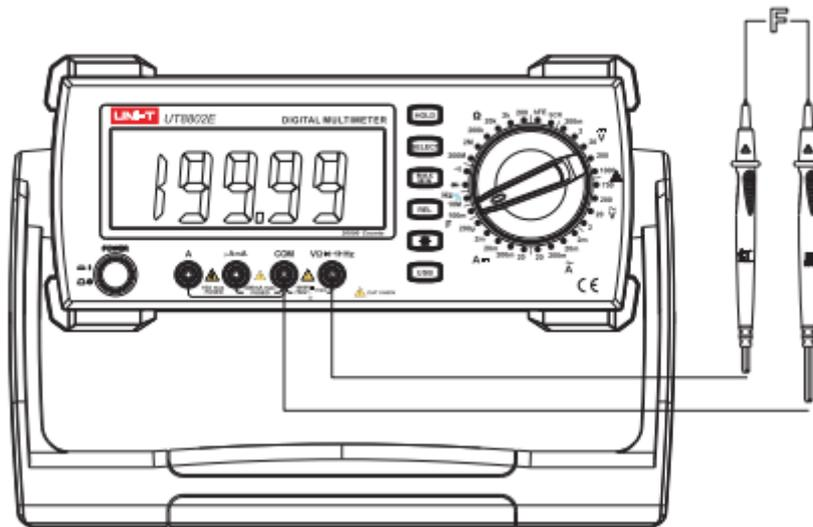

Abbildung 5
5. Messung der Kapazität (siehe Abbildung 5)